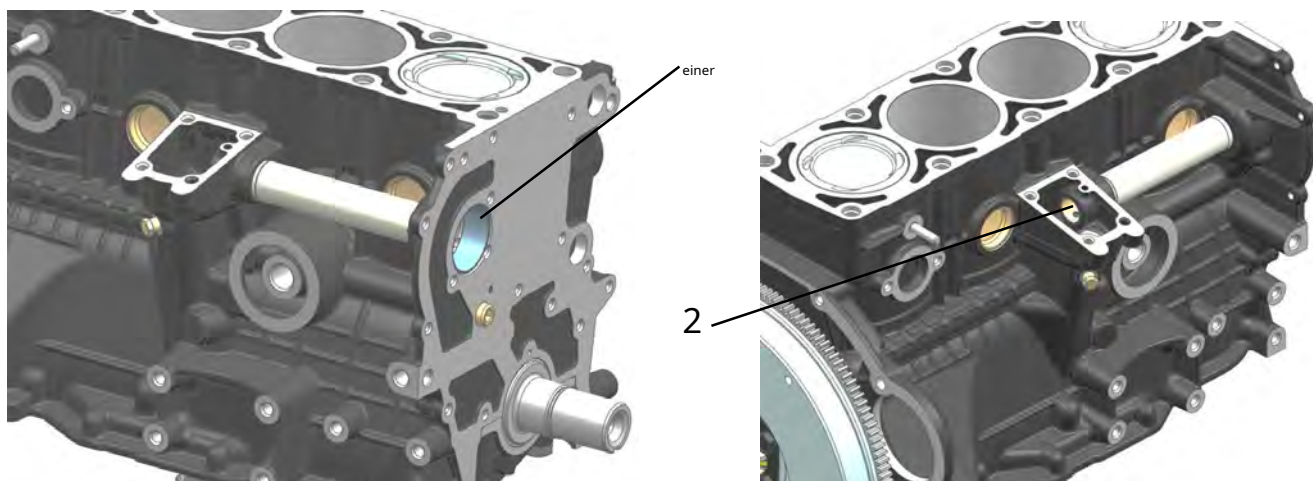

Abb. 122. Zwischenwellenbuchsen:
12. Zwischenwelle und Ölpumpenantriebswelle einbauen. Mit Motorölbuchsen 1, 2 schmieren (Abb. 122)